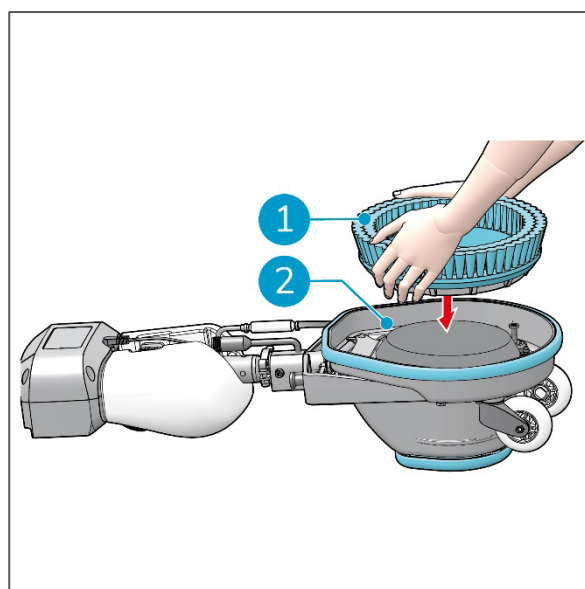

Figure 16
2. Posez l'i-scrub sur le dos avec la poignée posée sur le sol (Figure 16).
3. Avec les poils pointés vers l'extérieur de l'appareil, appuyez sur la brosse (Figure 16, POS 1) fermement sur le plateau de support (Figure 16, POS 2).